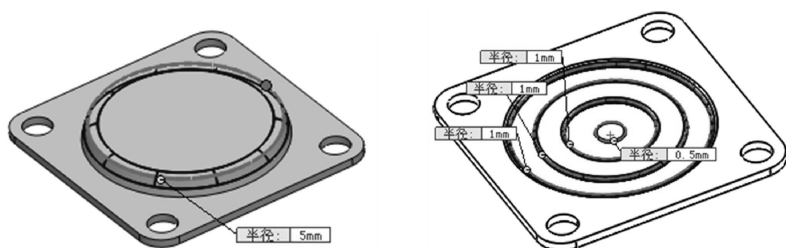

图 7-92 创建圆角特征
- 09 使用【圆角】工具，对实体创建半径分别为 5、1 和 0.5 的圆角特征，如图 7-92 所示。